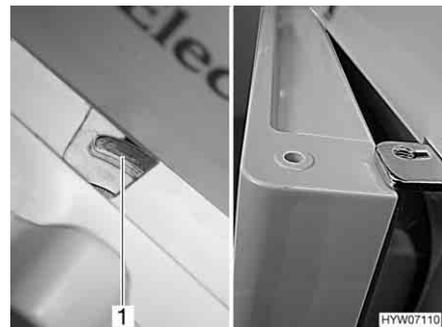

Fig. 163 Puerta del frigorífico/puerta del compartimento congelador en posición de ventilación (Dometic de la serie 7 con compartimento congelador separado)
- Empujar el bloqueo completamente hacia la derecha. La puerta del frigorífico/puerta del compartimento congelador se fija con ayuda del bloqueo de la puerta (Fig. 163,1). De este modo, la puerta del frigorífico/puerta del compartimento congelador quedará ligeramente abierta (Fig. 163).